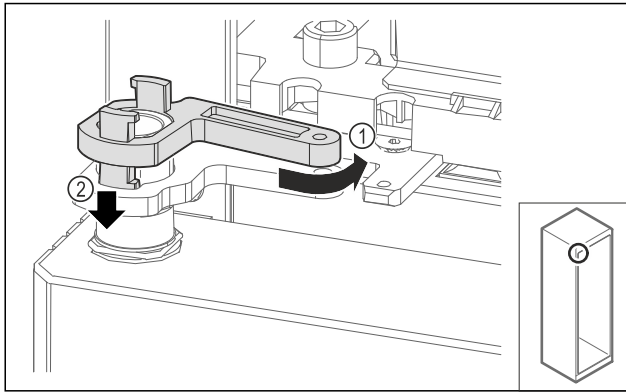

Fig. 67
- ▶ Girar ligeramente el bloqueo del soporte de cojinetes hacia atrás Fig. 67 (1), presionarlo hacia abajo Fig. 67 (2) y bloquearlo en el ángulo de bisagra.